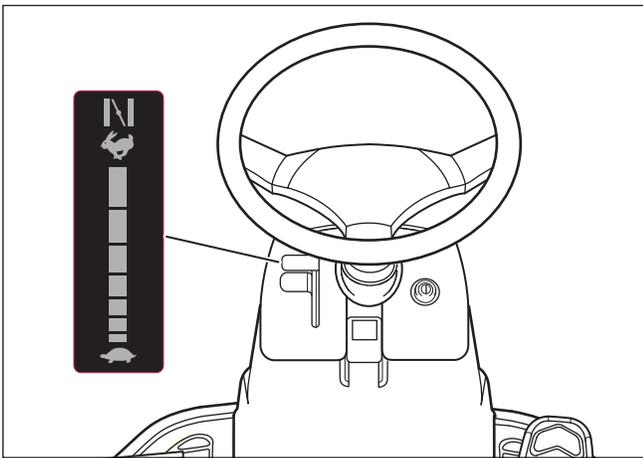

Figure 8
1. Déplacer la commande de manette des gaz/starter complètement vers l'avant en position STARTER pour démarrer un moteur froid (voir la **Figure 8**).
3. Déplacer la commande de manette des gaz en position RAPIDE (voir la **Figure 8**).
5. Déplacer la commande de manette des gaz en position LENT (voir la **Figure 8**).
3. Déplacer la commande de manette des gaz entre LENT et RAPIDE (voir la **Figure 8**).